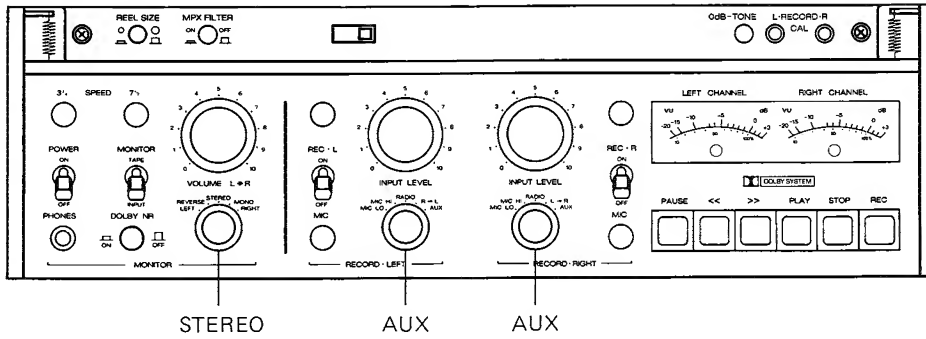

Fig. 9.9.
- Bedienungselemente nach Fig. 9.9. einstellen.
- Adjust all operating controls as per fig. 9.9.
- Effectuez les commutations selon la fig. 9.9.